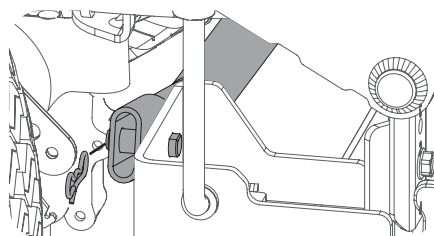

Figure 50
- Retirez la goupille fendue sur le côté droit de la barre qui la retient au support du châssis. Voir Figure 50.